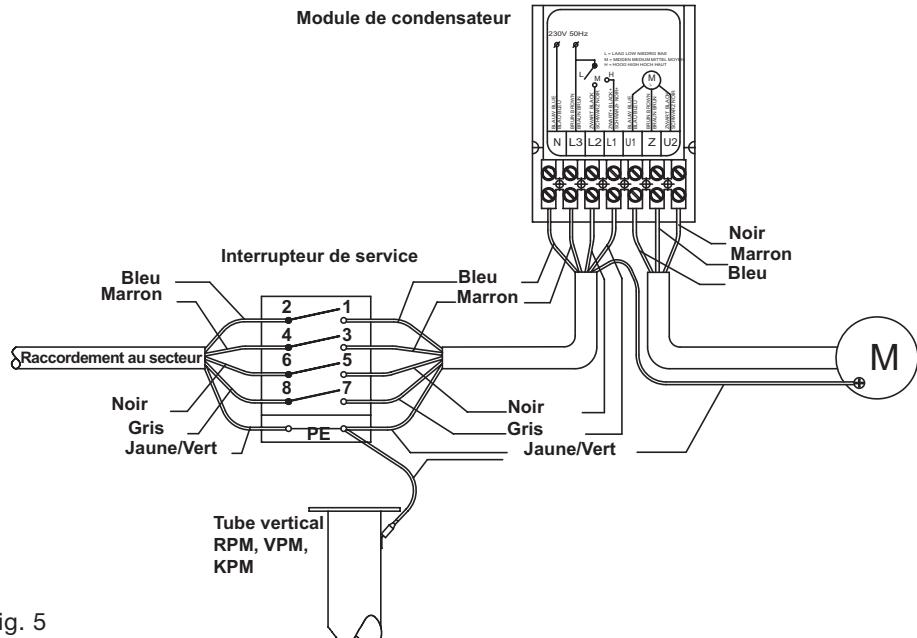

Fig. 5
- 4 Retirez le fil (gris) du raccord "L1" et placez-le dans le raccord "U1", (voir schéma fig. 5).
(schéma fig. 5).